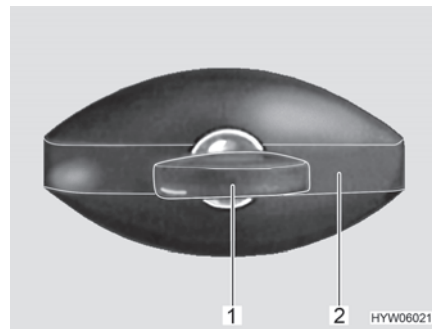

Fig. 35 Serratura dello sportello (ellittico, chiuso)
- Inserire la chiave nel cilindro della serratura (Fig. 35,1) e ruotare in senso antiorario di un quarto di giro. La maniglia della serratura (Fig. 35,2) scatta all'infuori.